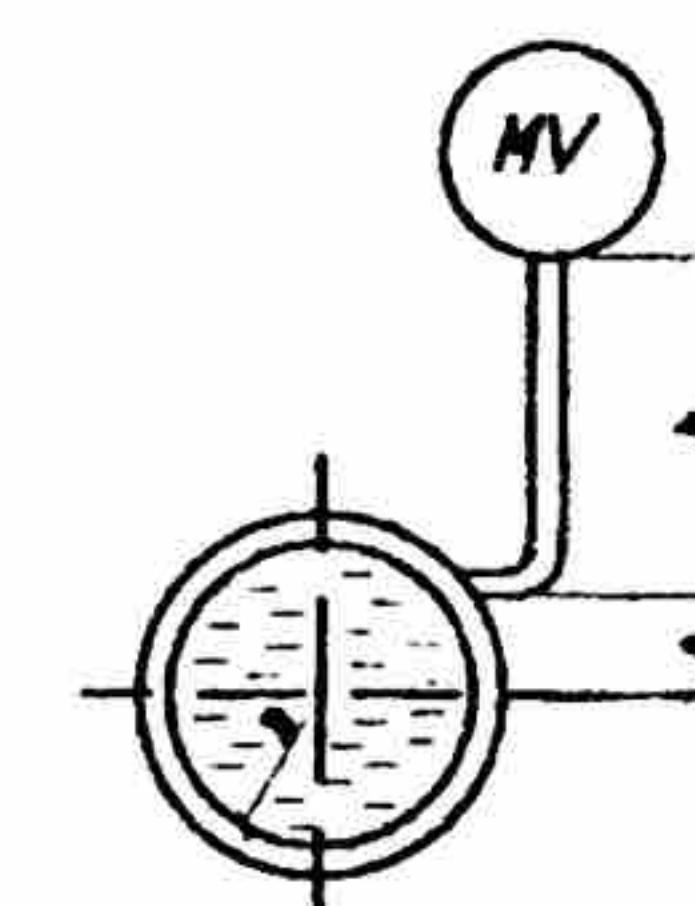

Рис.4
5. Механический мановакуумметр, соединенный трубкой с трубопроводом на расстоянии a от его оси, поднят на высоту h . Трубопровод и трубка заполнены жидкостью ж ($t = 20^\circ\text{C}$). Показания мановакуумметра P_m . Определить давление на оси трубопровода (рис. 4).
5. Механический мановакуумметр, соединенный трубкой с трубопроводом на расстоянии a от его оси, поднят на высоту h . Трубопровод и трубка заполнены жидкостью жс ($t = 20^\circ\text{C}$). Показания мановакуумметра P_m . Определить давление на оси трубопровода (рис. 4).